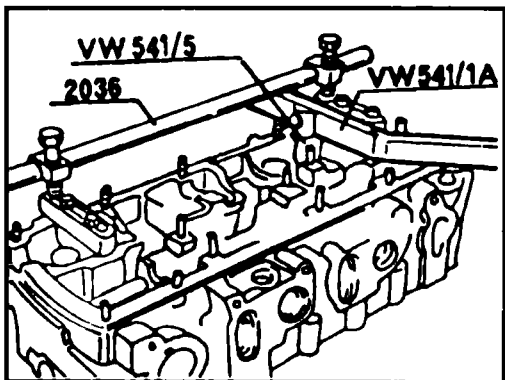

Рис.2.84 Демонтаж клапанов с помощью специального инструмента фирмы VW
сухари клапанов) на фирменных СТО VW используют инструмент 2036 (см. рис.2.84).
- ◆ Установите верхнюю тарелку клапана, съемником сожмите пружины, удерживая клапан согласно рис.2.84. Когда шток клапана будет выступать из верхней тарелки пружины на достаточную высоту, установите сухари клапана в канавку штока и медленно отпустите съемник.